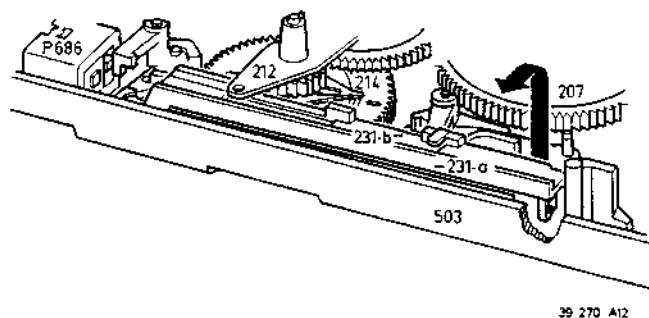

Fig. 3-1-21
- Veer pos. 233 uithaken.
- Rechter stang demonteren (klikverbindig) met linker strip naar achter zwenken (Fig. 3-1-21).